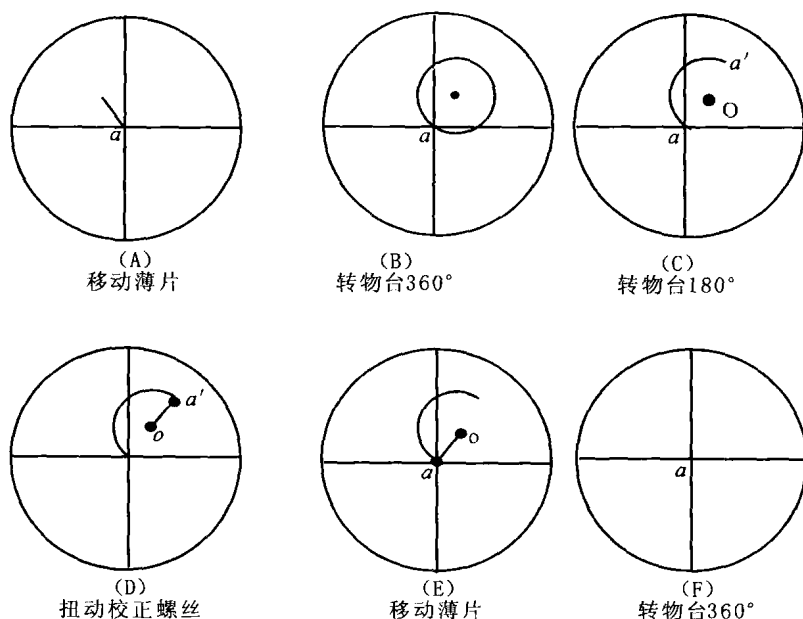

图 1-2 校正中心步骤示意图(据李德惠,1993)
(1)准焦后、在薄片中选一质点a。移动薄片,使质点a位于视域中心(即目镜十字丝交点处)(图1-2-A)。
(2)固定薄片,旋转物台,若镜筒中轴、物镜中轴与物台旋转轴不重合,则质点a围绕某中心作圆周运动(图1-2-B),其圆心O点为物台旋转轴出露点。
(3)旋转物台 180° ,使质点a由十字丝交点转至a'处(图1-2-C)。
(4)同时调整物镜上的两个中心校正螺丝,使质点由a'处移至aa'线段的中点(即偏心圆的圆心O点)处(图1-2-D)。
(5)移动薄片,使质点 a 移至十字丝交点(图 1-2-E)。旋转物台检查,如果质点 a 不动(图 1-2-F)。则中心已校好,若仍有偏心,则重复上述步骤,直至完全校正好为止。